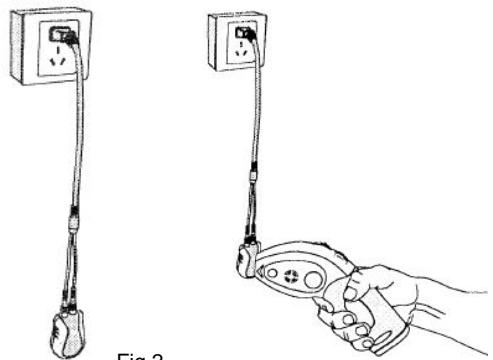

Fig.2
4. La LED rouge de l'émetteur doit s'allumer (fig. 2)